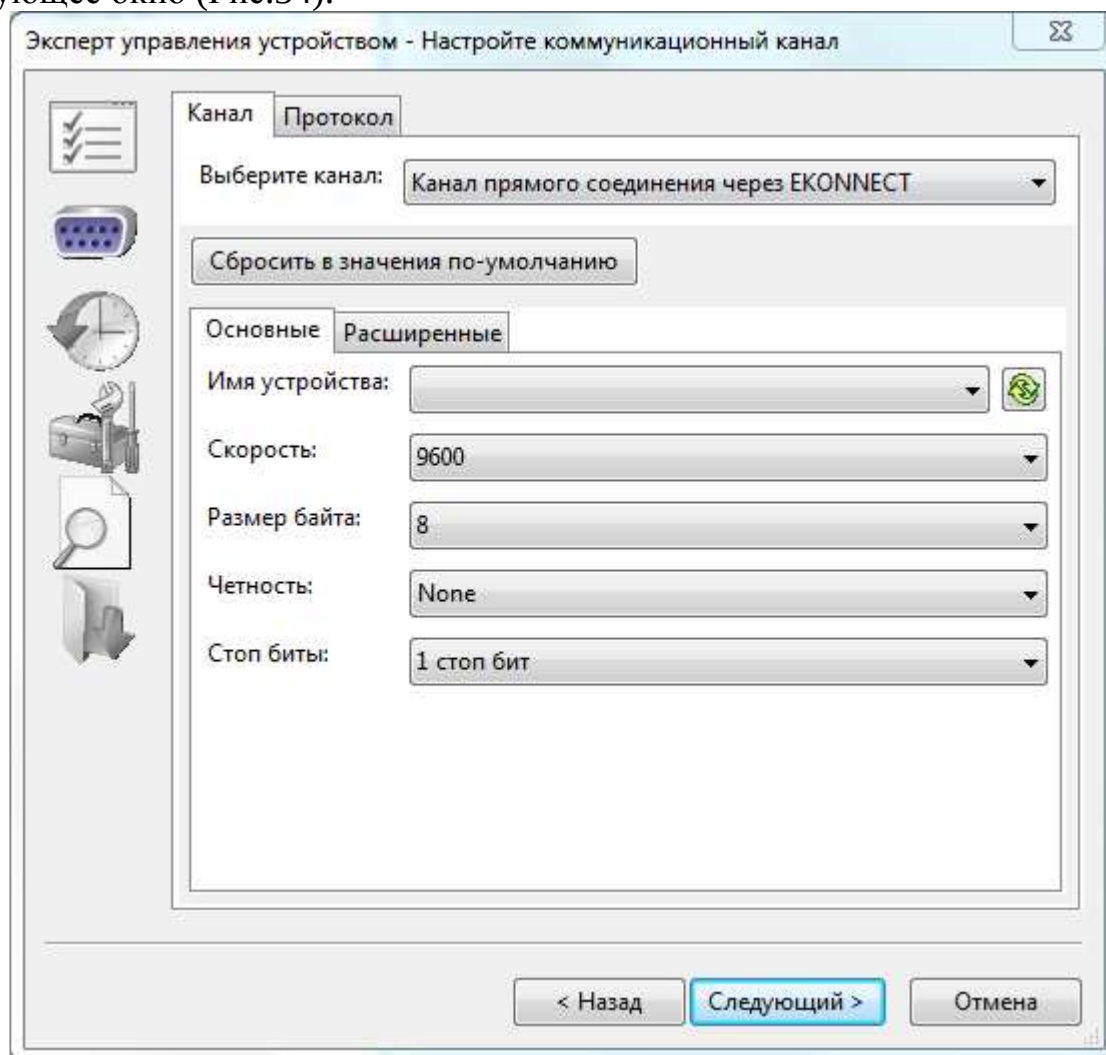

Рис.34 – Настройка коммуникационного канала с БОИ-01
2.10.4.2. **Настройка коммуникационного канала** производится через следующее окно (Рис.34):